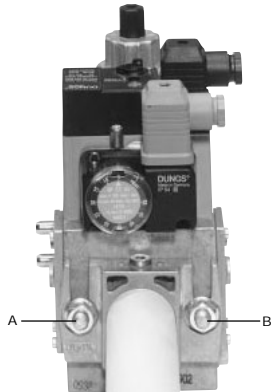

Fig. 4
3. stringere le viti A, B, C e D (Fig. 4 - Fig. 5), rispettando le posizioni di montaggio (Fig. 7);